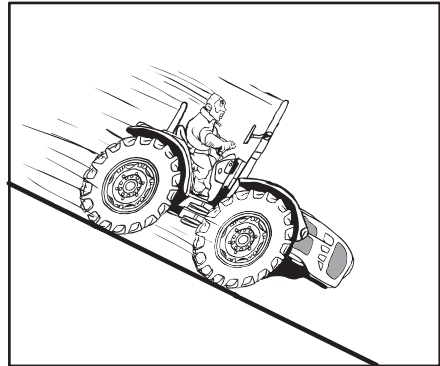

Abb. 2.22
- Immer anzeigen, wenn beabsichtigt wird, langsamer zu fahren, anzuhalten oder abzubiegen. Vor dem Fahren von Steigungen oder Gefällen einen niedrigen Gang einlegen (Abb.2.22).